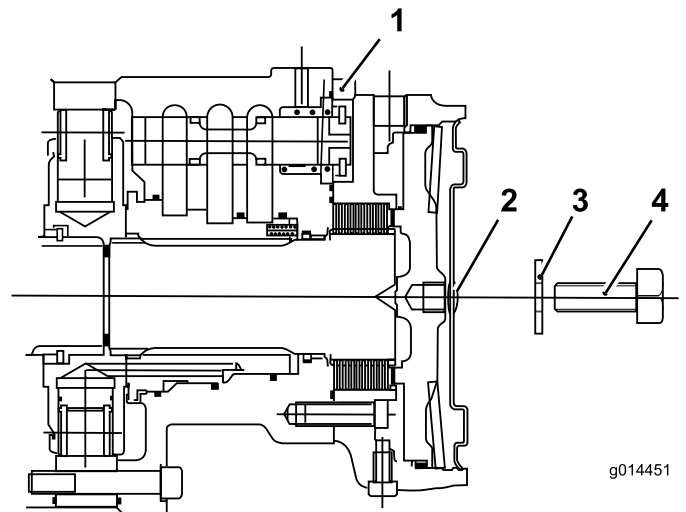

Bild 54
- C. Montieren Sie die Sechskantschraube an die Motorendplatte (Bild 54).